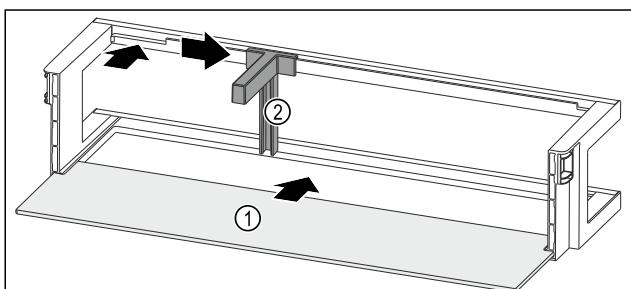

Fig. 121 Raft montat pe ușă cu raft
- Împingeți în interior raftul Fig. 121 (1) în degajările laterale.
- Introduceți suportul pentru sticle Fig. 121 (2) în degajare.
- Împingeți în lateral suportul pentru sticle Fig. 121 (2) în poziția dorită.